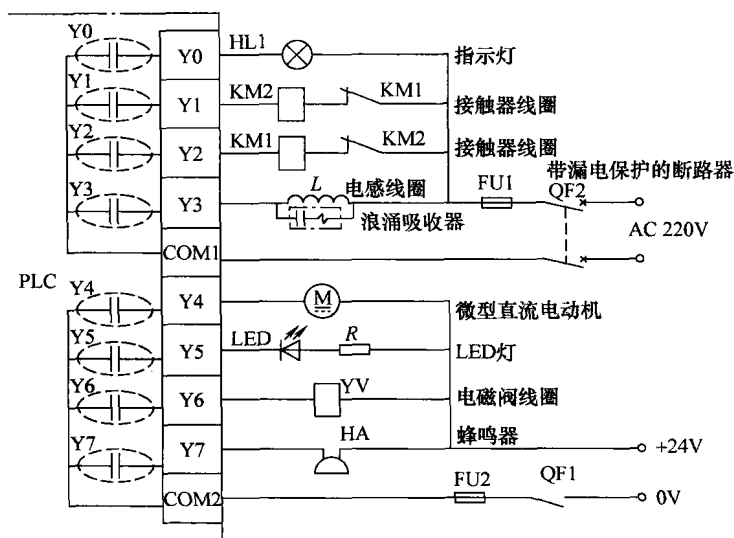

图 1-9 PLC 输出继电器与部分外接元件
灯、电磁阀线圈、接触器线圈等执行元件(见图 1-9),以及变频器、步进电动机驱动器等专用设备控制器的控制端。其工作特点是:
(3) PLC 输出继电器所接元件的注意点 从图 1-9 可以看出,对 PLC 输出继电器所接的元件,需要注意以下几点:
1) 接在输出端的元件工作电流一定要小于输出继电器 (Y) 触点的容许电流。如前所述, 继电器输出型的 PLC 输出端, 每个接点可驱动纯电阻负载的电流为 2A, 而晶体管输出型的 PLC 输出端, 每个接点电流的电流只有 0.5A。
5) 对接在 PLC 输出端的负载元件, 若有可能因同时接通会造成短路的, 除了要用 PLC 程序作联锁软保护外, 还需要在 PLC 外部的负载电路上设置联锁硬保护, 如图 1-9 中的接触器线圈 KM1 与 KM2。